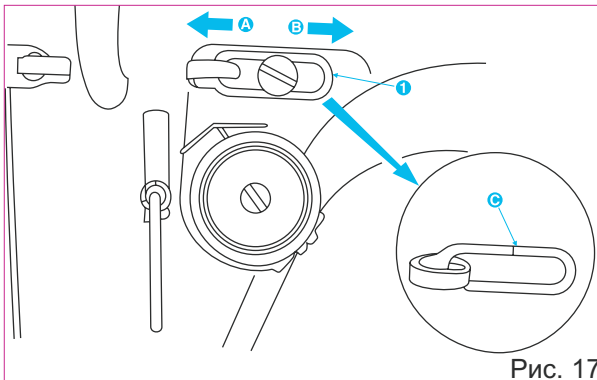

Рис. 17
1. При шитье тяжелых материалов переместите нитенаправитель (1) рис.17, влево в направлении, указанном стрелкой (А). Это увеличит длину нитки, подаваемой нитепритягивателем.
2. При шитье легких материалов переместите нитенаправитель (1) вправо в направлении, указанном стрелкой (В). Это уменьшит длину нитки, подаваемой нитепритягивателем.
3. При стандартной установке нитенаправитель (1) закреплен так, что его отметка (С) совпадает с центром установочного винта.